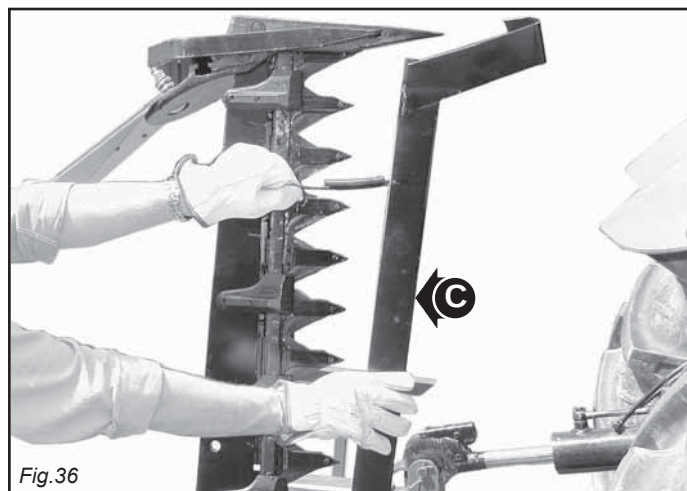

Fig. 36
- Установите защитный кожух режущих ножей и наружного багма (C, Рис. 36).